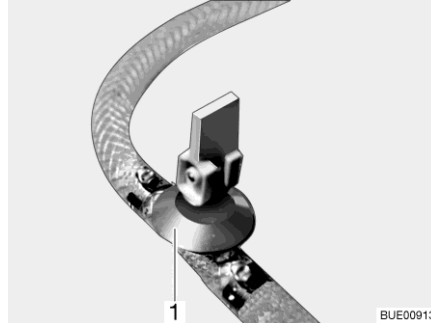

Fig. 241 Rubinetto di scarico
- Chiudere il rubinetto/i rubinetti di scarico. A questo scopo posizionare orizzontalmente la leva a bilanciere (Fig. 241,1).
- Aprire il rubinetto/i rubinetti di scarico (Fig. 241). A questo scopo posizionare verticalmente la leva a bilanciere (Fig. 241,1). Il boiler viene svuotato verso l'esterno.